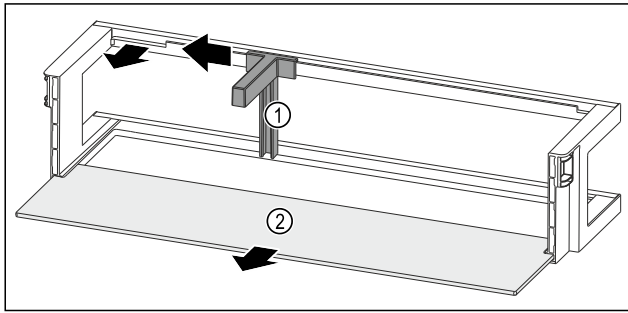

Fig. 93 Лотки на дверцятах із тримачем пляшок і полицею
- ▶ Пересуньте тримач пляшок Fig. 93 (1) убік до пазу.
- ▶ Вийміть тримач пляшок Fig. 93 (1).
- ▶ Дістаньте полицю Fig. 93 (2).